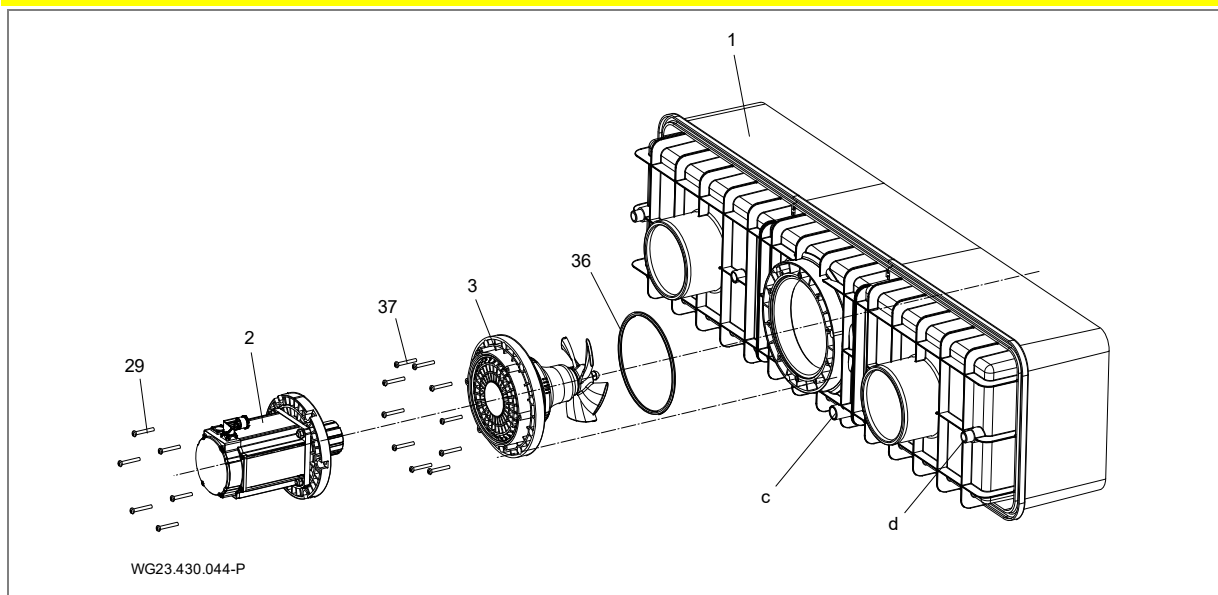

Fig. 16
1. Sgrassare il bocchettone di raccordo (d, (Fig. 16)) dell'alloggiamento in plastica (1) e la presa di collegamento della guaina di protezione cavi (12) con un detergente PVC-U/ABS.
L'impianto deve essere alloggiato in un pozzo adiacente al bordo della vasca. Nello spazio di installazione è necessario assicurare una ventilazione ed uno scarico dell'aria regolari e predisporre un sufficiente scarico nel pavimento. È necessario prevedere una possibilità di fissaggio per il convertitore di frequenza e il quadro elettrico nonché la guaina di protezione cavi (se possibile al di sopra del livello dell'acqua). Il pozzo deve essere dotato di un collegamento per la compensazione del potenziale. Vedere "Fig. 16" a pagina 22.